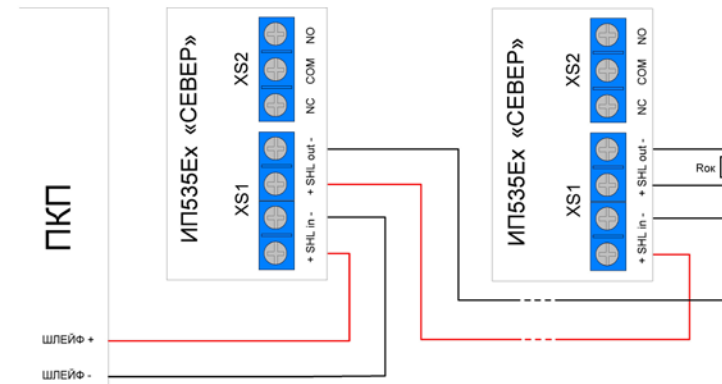

Рис.2. Схема подключения извещателей в шлейф
- 5.3. Подключите провода шлейфа через герметичные кабельные вводы к клеммам на плате извещателя согласно схеме приведенной на Рис.2